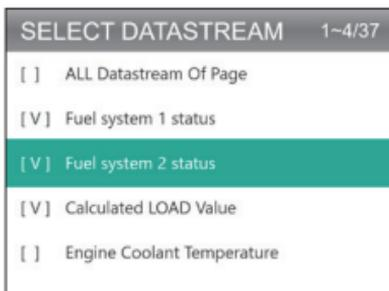

Figura 3.5.3
- También puedes seleccionar "Todos los flujos de datos de la página" para ver todos los elementos disponibles (Ver la Figura 3.5.3).